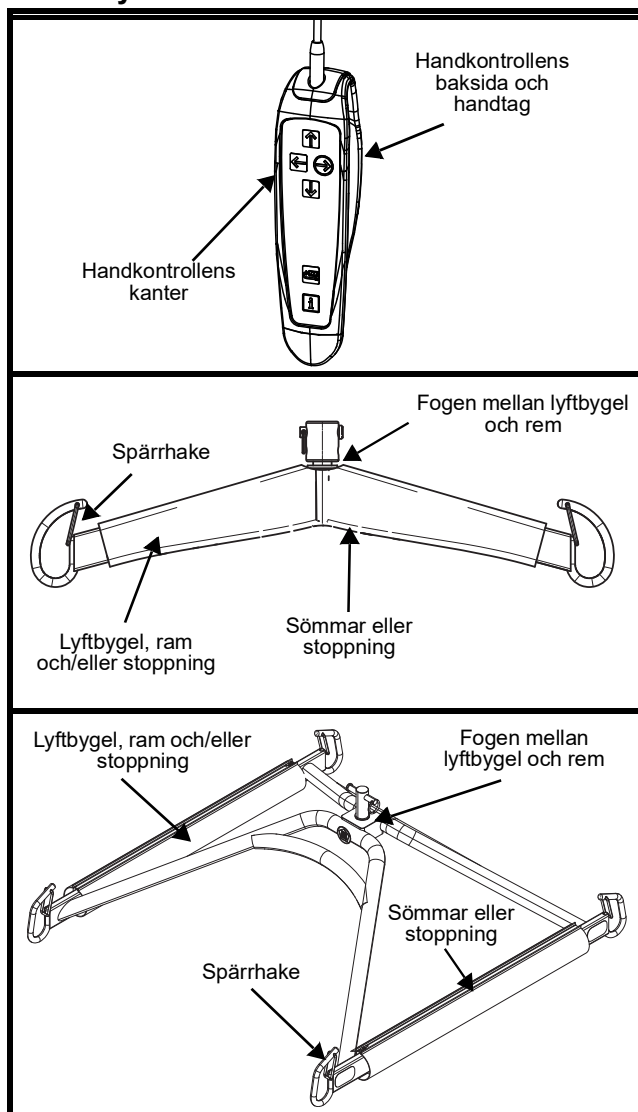

Fig. 32
**OBS! Var särskilt uppmärksam på de områden som pekas ut i Fig. 32. Det är där det är troligast att bakterier får fäste. Använd en mindre borste och/eller bomullstopp för att komma åt dem.**